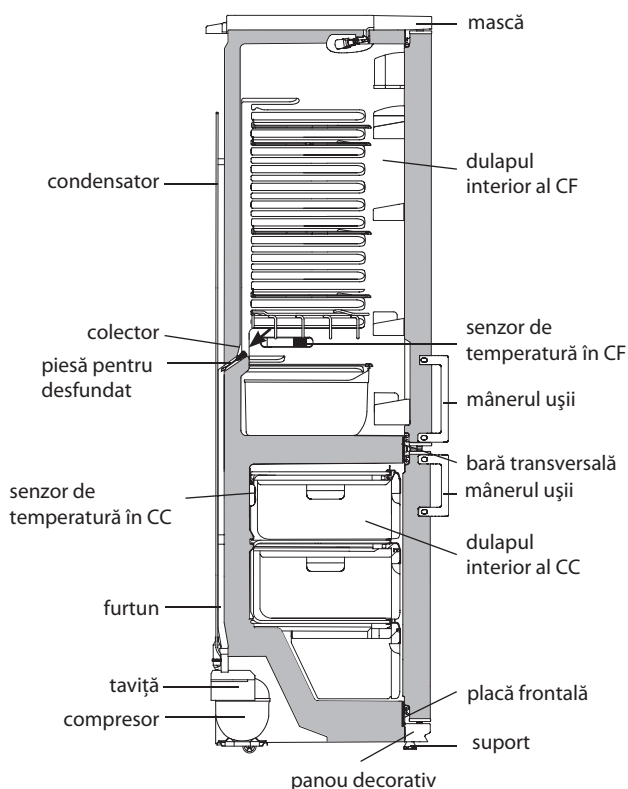
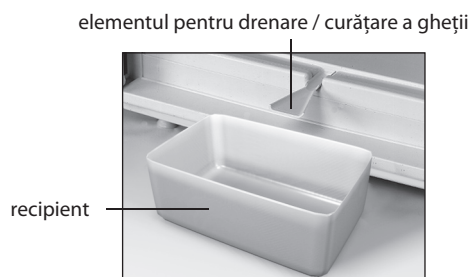

Figura 7 — Schema scurgerii apei rezultate în urma topirii din CF
Figura 8 — Colectarea apei rezultate în urma topirii din CF
5.2.1 În CF se folosește un sistem automat de dezghețare. Bruma care apare pe perețele din spate al CF, se topește în timpul ciclului de dezghețare la deconectarea compresorului și se transformă în picături de apă. Picăturile de apă rezultată în urma topirii se scurg în colector, apoi prin gaura acestuia și prin furtun - în taviță de pe compresor, în conformitate cu figura 7 și se evaporă.
Pentru eliminarea înfundării folosiți piesa corespunzătoare și curățați gaura colectorului, astfel ca apa să se scurgă liber în taviță, apoi spălați piesa și instalați-o în conformitate cu figura 7.
SE INTERZICE să utilizați frigiderul cu sistemul de scurgere înfundat. Apa care a apărut pe fundul CF sau care a ajuns în locul de alăturare a barei transversale și a dulapului interior al CF, în conformitate cu figura 7, poate provoca coroziunea dulapului exterior al frigiderului și elementelor agregatului frigorific, defectarea izolației termice, formarea crăpăturilor dulapului interior și defecțiunea frigiderului.
ATENȚIE! Nu puneți produsele în CF prea aproape de senzorul de temperatură, care este situat pe peretele drept al CF, în conformitate cu Figura 7.
ATENȚIE! Nu puneți produsele în CC prea aproape de senzorul de temperatură, care este situat pe peretele din spate al CC, în conformitate cu Figura 7.
— instalați în conformitate cu figura 8 elementul de masă plastică pentru drenare și orice vas recipient cu volumul de nu mai puțin de 2 litri pentru a colecta apa rezultată în urma topirii;
SE INTERZICE să decongeleți congelatorul fără utilizarea elementului pentru drenare instalat în conformitate cu figura 8. Apa rezultată în urma topirii care se scurge din cameră afară de elementul pentru drenare, pătrunzând în locul de alăturare a plăcii frontale la dulap interior în conformitate cu figura 7, poate provoca coroziunea dulapului exterior al congelatorului și a elementelor agregatului frigorific, defectarea izolației termice, formarea crăpăturilor dulapului interior și defectarea dulapului frigiderului.